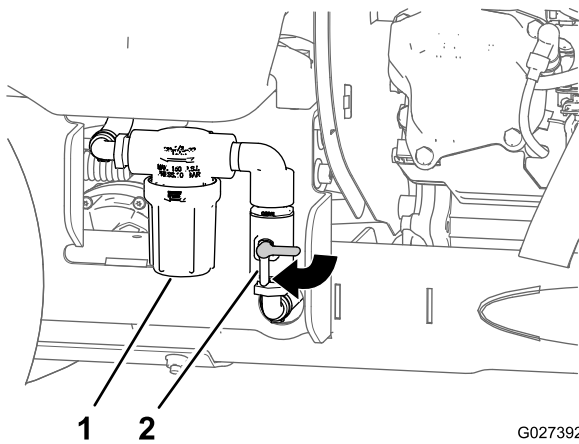

Figura 53
6. Gire la válvula de cierre de la bomba en sentido horario a la posición de ABIERTO (Figura 53).